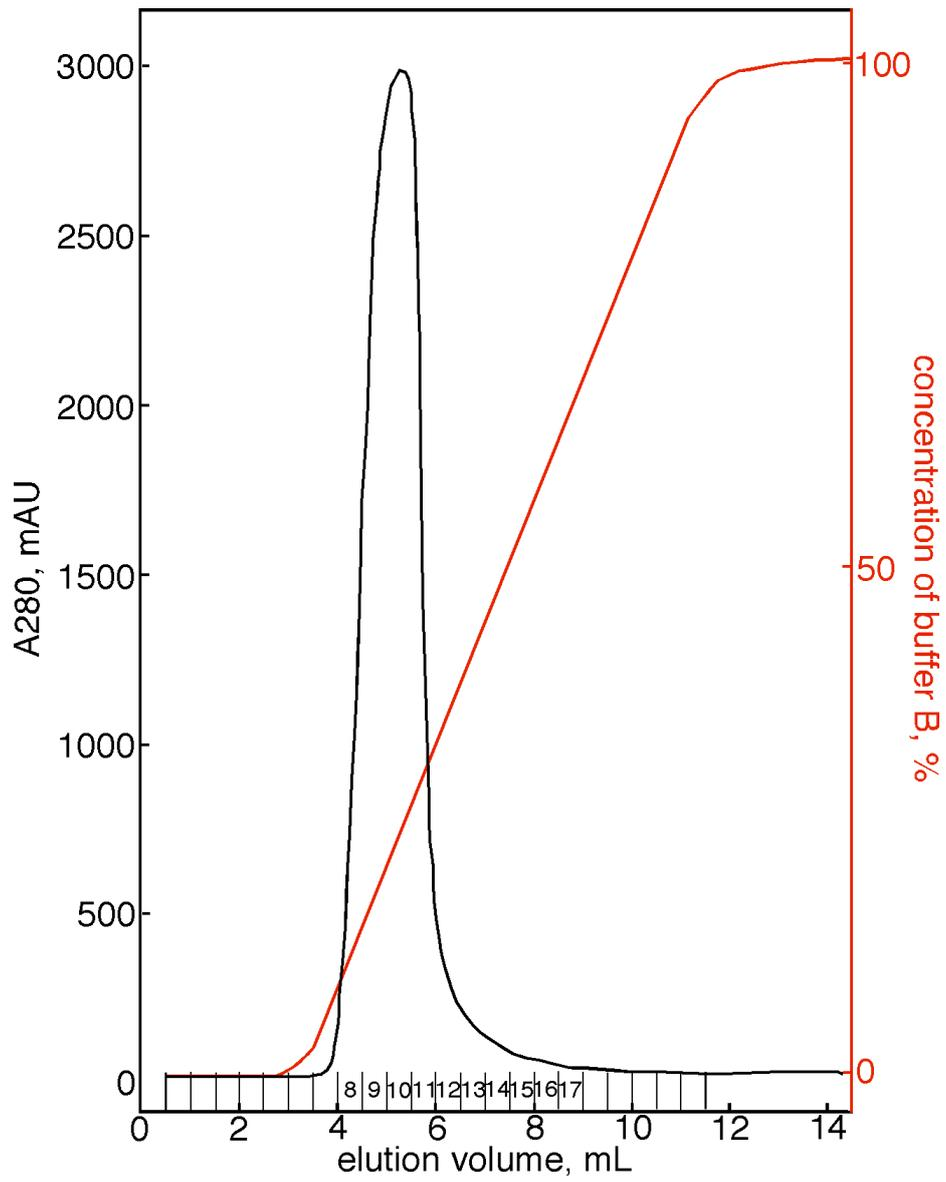

図1 : MonoQカラムによるRecAタンパク質の溶出
- 4) バッファーA とバッファーB を用いてリニアグラジエントにより、10 カラム量で RecA タンパク質をフラクションコレクターで分画しながら溶出する (図 1)。